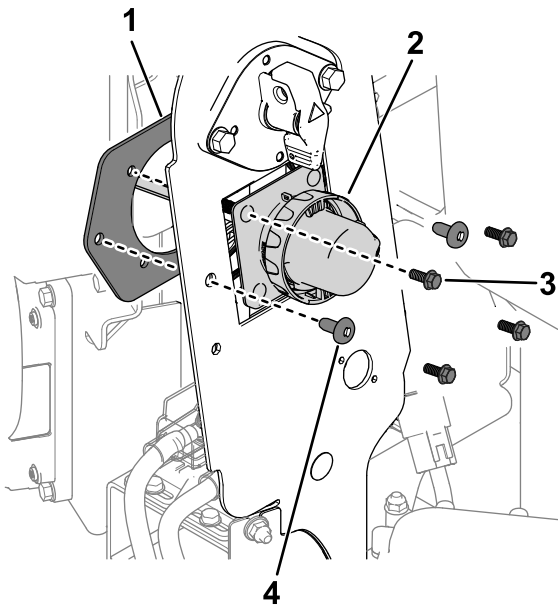

図 2
2. チャージャコネクタとコネクタプレートをフレームパネルに固定しているハードウェアを取り外す (図2)。